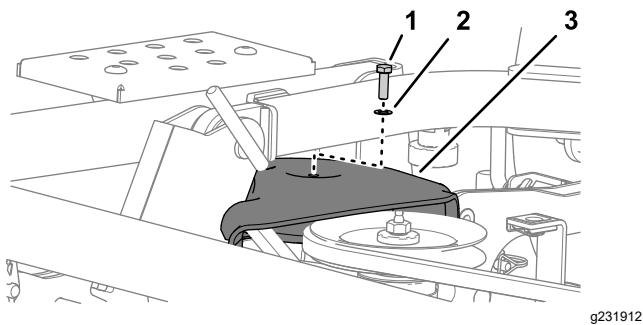

Bild 117
2. Entfernen Sie die Schraube und Scheibe, mit denen die Riemenscheibenabdeckung am Mähwerk befestigt ist (Bild 117).
1. Fluchten Sie die Riemenscheibenabdeckung über der ganz rechten Riemenscheibe aus, siehe Bild 117 in Entfernen der Riemenscheibenabdeckung \(Seite 84\).